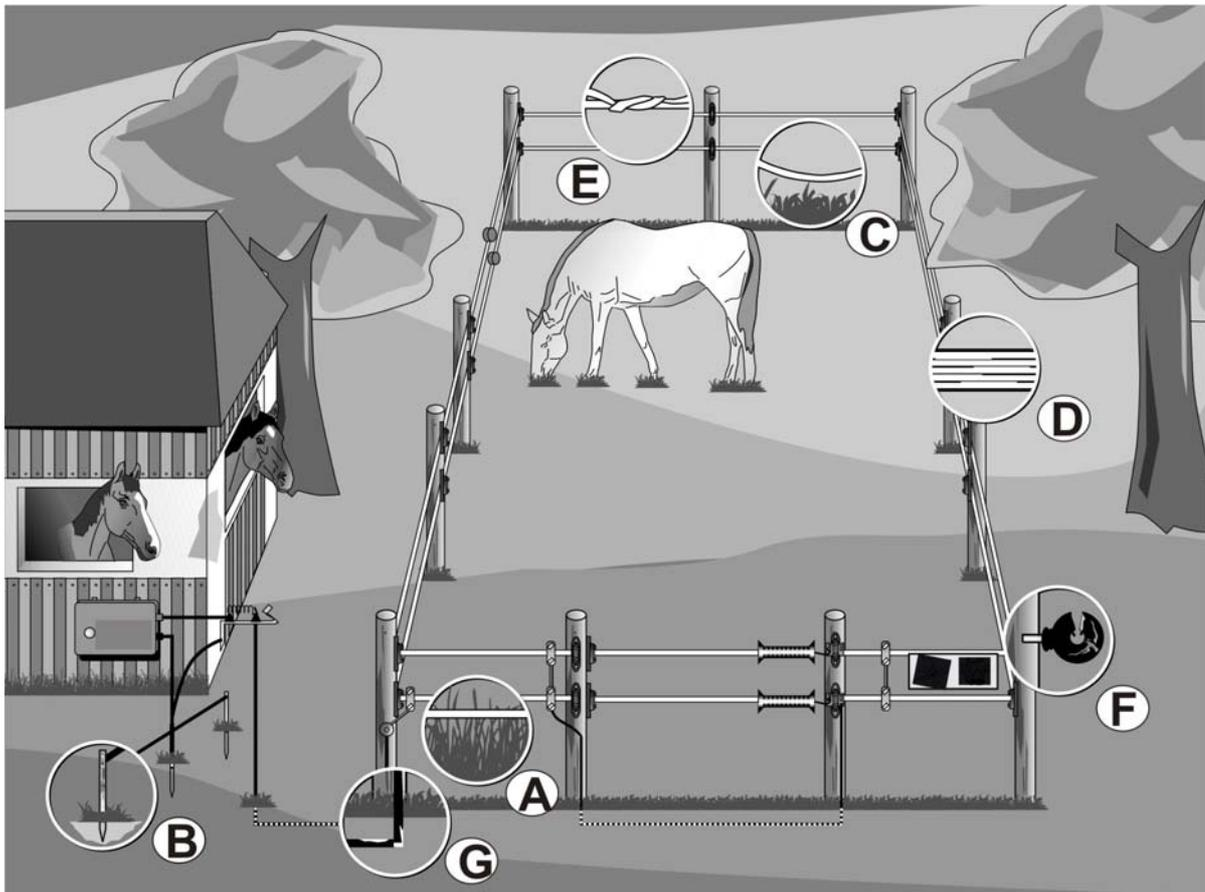

Figure 2
**Mögliche Fehlerquellen:** (Figure 2)
**GRÜN** = Zaunspannung größer 5000V - (OK)
**ROT** = Zaunspannung kleiner 3000V- (siehe Fehlerquellen in der beigefügten Bedienungsanweisung (Figure 2, S.5)!